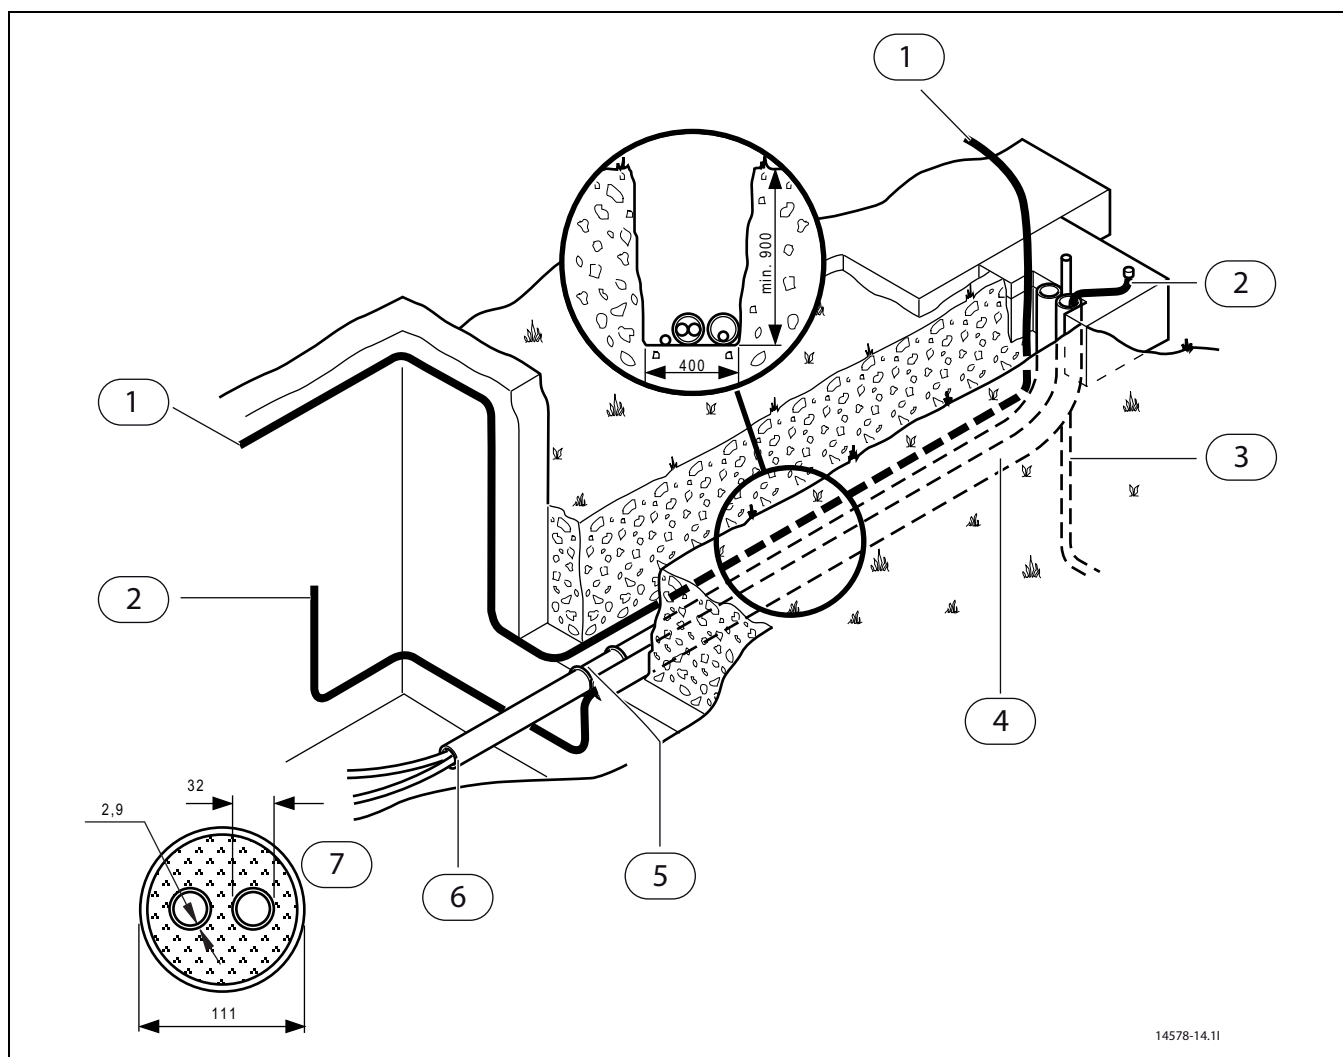

Bild 26 Kulvert
- Använd PE - rör med diameter 32 mm mellan värmepumpen och kombimodulen (→ Bild 26).